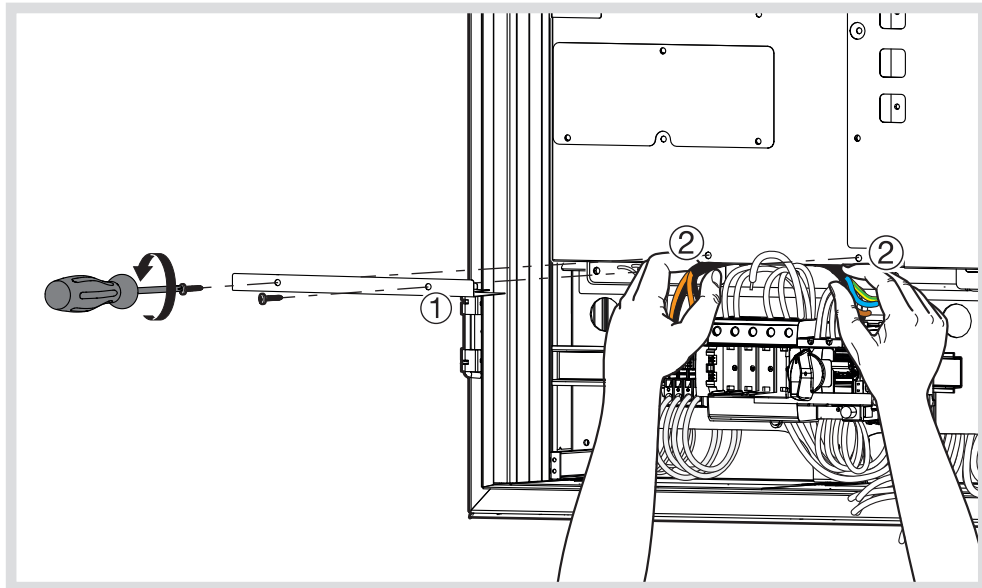

Bild 21: Anschlusskabel aus dem Wechselrichter herausführen
- Kabelabdeckung am Wechselrichter abschrauben, und das Photovoltaik-Anschlusskabel links und das Netz-Anschlusskabel rechts herausführen und anschließend die Kabelabdeckung wieder aufschrauben, so das sich die Kabel jeweils in der Durchführungsöffnung befinden (Bild 21).